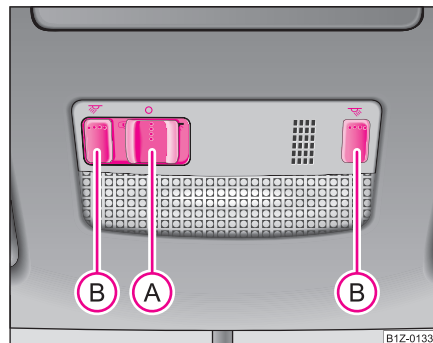

Fig. 48 Detalle del revestimiento interior del techo: luces del habitáculo delanteras
- Pulsar el conmutador **A** hacia la izquierda; aparecerá el símbolo  ⇒ fig. 48.